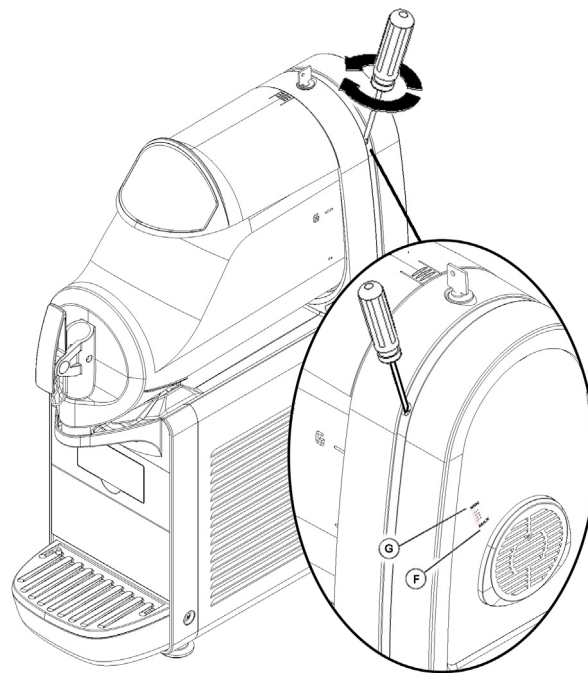

figure 4
**1 Réglage de la densité** : la densité optimale de la granita a été réglée en usine. Si l'on désire modifier cette densité, tourner avec un tournevis la vis de régulation densité située dans chacune des parois postérieures du distributeur (voir figure 4) :